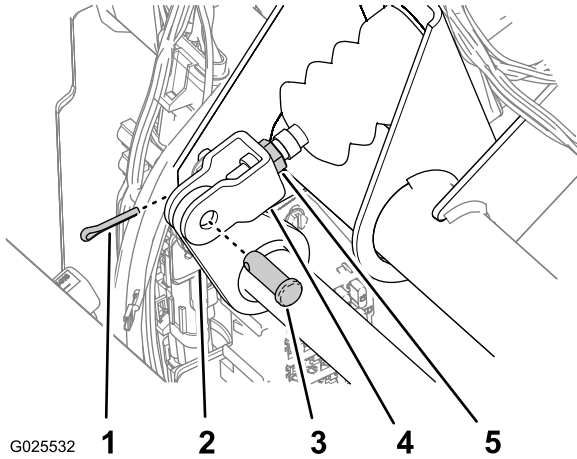

Figura 76
2. Retire o contrapino e o passador de forquilha que fixam a culatra do cilindro principal ao ponto de articulação do pedal de travão (Figura 76).
7. Aperte a porca de retenção que fixa a culatra ao eixo do cilindro principal (Figura 76).
4. Desaperte as porcas de retenção que fixam a culatra ao eixo do cilindro principal (Figura 76).
5. Ajuste a culatra de modo a que os orifícios se encontrem alinhados com o orifício existente no ponto de articulação do pedal de travão (Figura 76).
6. Fixe a culatra ao ponto de articulação do pedal de travão com o passador de forquilha e o contrapino (Figura 76).